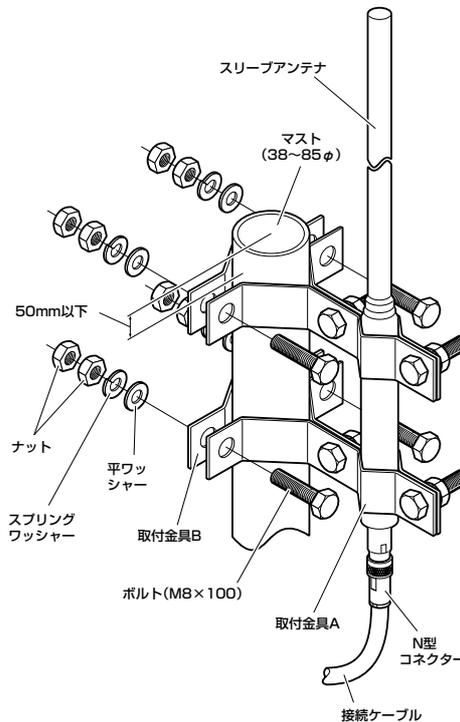
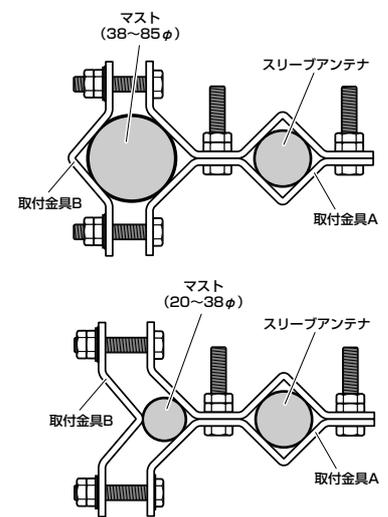

図 8 取付金具の組み立て
図 10 マスト径に応じて取付金具 B の向きを変える
- 3 アンテナをマストに取り付けます。マストの太さに合わせて、取付金具 B の向きを変えてください (図 10)。全体の組み立て方は、図 8 を参考にしてください。